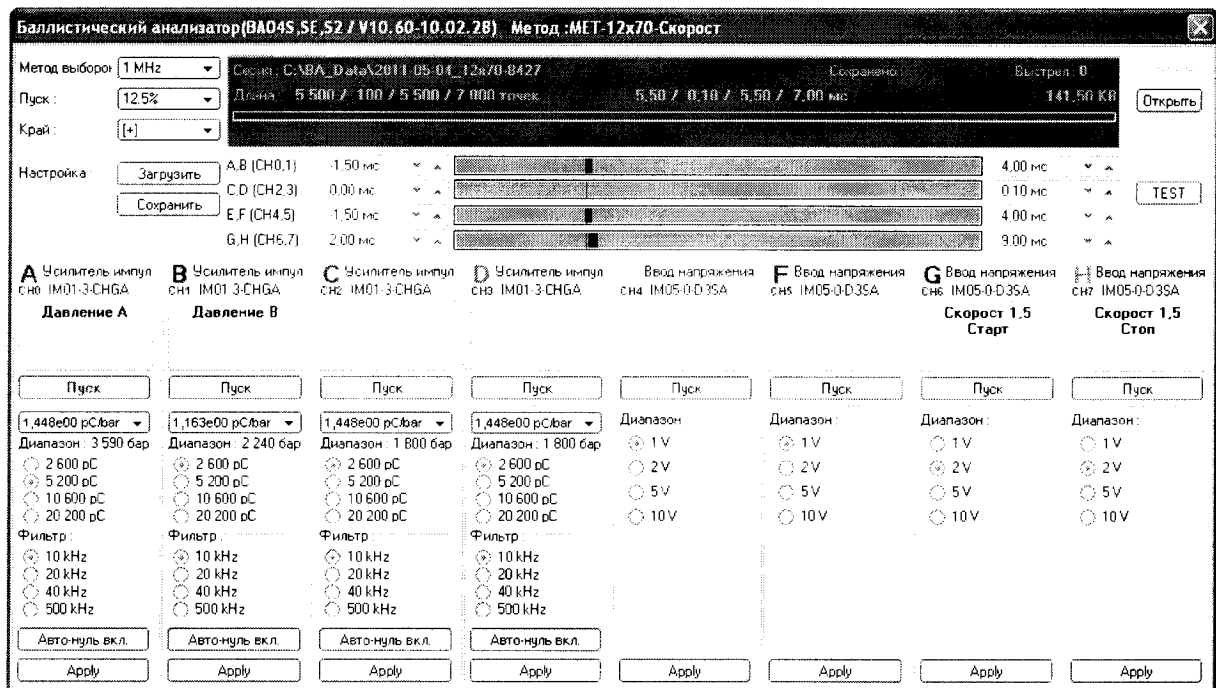

Рис. 7.3 Панель «Баллистический анализатор» – настройки
7.2.2.8 В панели «Report form» нажать виртуальную кнопку «Да». Отобразится панель «Баллистический анализатор» в которой устанавливаются параметры измерения баллистического анализатора ВА04S. Установленные параметры соответствуют последнему произведенному измерению. Смотри рисунок 7.3.
7.2.2.10 Закрыть панель, нажав красную кнопку  в правом верхнем углу панели, при этом откроется панель «Баллистический анализатор», см рисунок 7.3.
7.2.2.11 Нажатием кнопки «Открыть», вызывается панель «Открыть», смотри рисунок 7.3.
7.2.2.13 Нажать кнопку «Открыть» на панели «Баллистический анализатор», автоматически сигнал «Пуск» засветится красным цветом, который дает указание оператору начать стрельбу, см. рис. 7.3. Измерительная система ожидает выстрел.
7.2.2.18 Нажать кнопку «Стоп» на панели «Баллистический анализатор – настройки», смотри рис. 7.3, при этом потухнет красный сигнал готовности системы к измерениям.